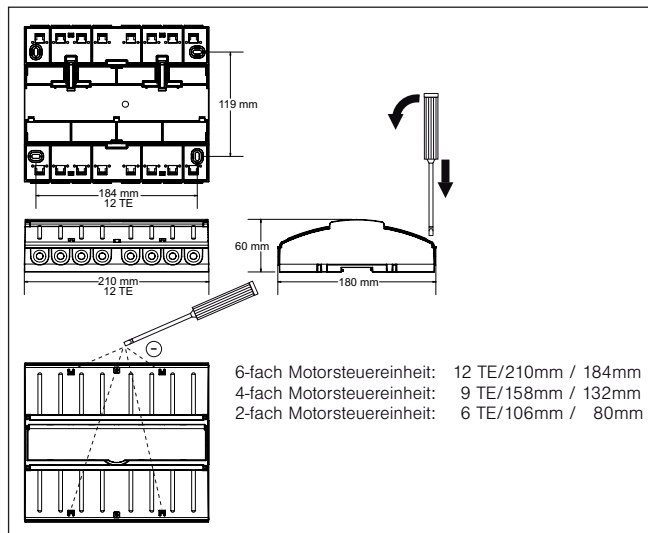
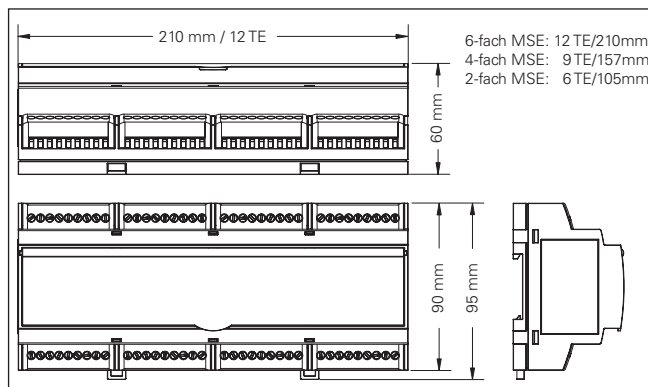

Abb. 2 AP-Gehäuse MSE Inside 2, 4, 6
Abb. 3 REG-Gehäuse MSE Inside 2/4/6
- AP: Führen Sie einen Schlitzschraubendreher (Empfehlung: Klinge 3,0 - 4,0mm) in die jeweilige Deckelöffnung ein (Abb. 2) und hebeln Sie den Klappdeckel vorsichtig auf. Wiederholen Sie den Vorgang für die zweite Öffnung des Deckels. Wenn beide Verriegelungen gelöst sind, lässt sich der Deckel aufklappen. Den zweiten Deckel können Sie auf die gleiche Weise öffnen. Alternativ kann die AP-Variante auch auf einer Hutschiene (TH 35-15 nach EN 60715: 2001) montiert werden. Für den Einsatz in Feuchträumen ist das Gerät nicht geeignet.
Abmessungen in mm	siehe Abb. 2 und Abb. 3